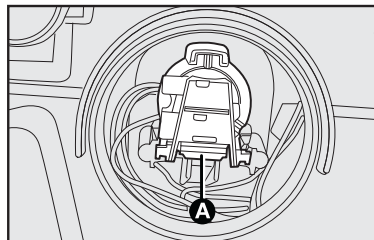

fig. 22
- pressionar o dispositivo de bloqueio **A-fig. 22** e extrair o porta-lâmpada;